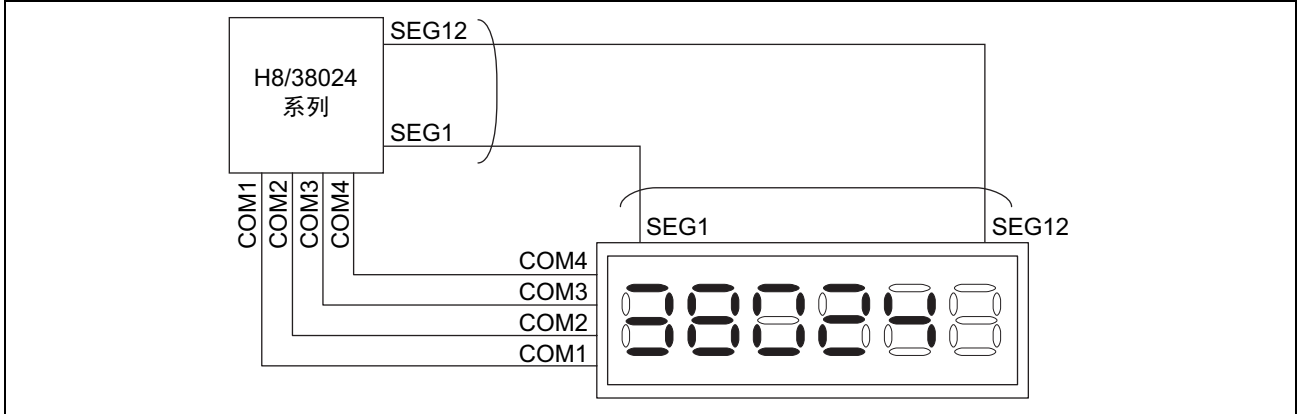

图 1 液晶显示的例子
- (1) 使用 H8/38024 系列的段型 LCD 控制电路、LCD 驱动器以及电源电路进行 LCD 显示。
- (2) 使用 4 个公共信号和 12 个段信号，以 1/4 占空比进行显示。
- (3) 本例子的液晶模块连接和液晶显示的例子如图 1 所示。